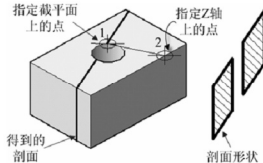

图 12-22 指定 Z 轴确定截平面得到的剖面
(2) 【Z 轴(Z)】: 通过指定两点作为截平面的 Z 轴(法向)以确定截平面的位置, 其中第一点为截平面通过的点, 第二点为 Z 轴上的点, 如图 12-22 所示, 其操作过程为: